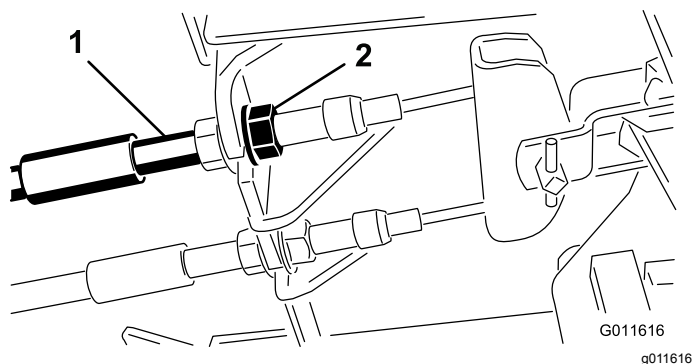

Рисунок 83
1. Чтобы уменьшить свободный ход тормозных педалей, затяните тормоза, ослабив переднюю гайку на резьбовом конце троса тормоза (**Рисунок 83**).